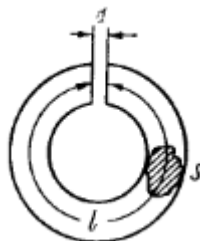

Рисунок 9 – Тороид с зазором d
27. Каким соотношением будет определяться индуктивность тороида, если в нем прорезать узкий зазор (рис.9). Магнитное поле считать однородным.